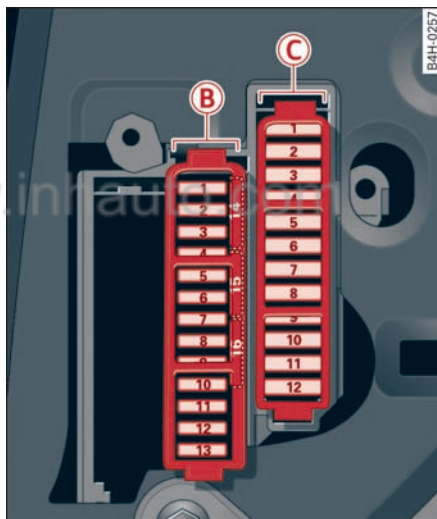

图 264 驾驶舱驾驶员侧：保险丝座及塑料夹子
- ▶ 在要去除淡紫色的塑料夹子¹⁾时，请在保险丝座的狭窄端将其拔出 → 图 264。